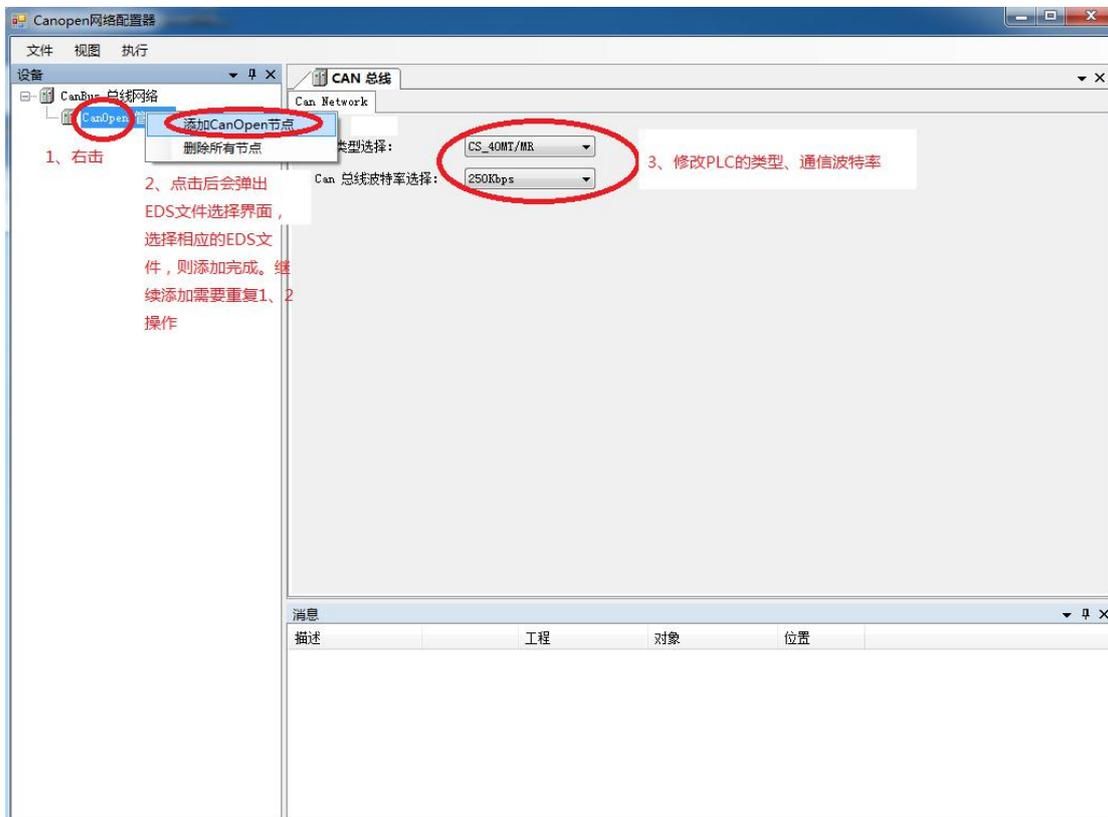

图4.3 添加网络节点
1、添加节点。打开软件，在设备栏鼠标右击“Canopen 管理器”——》“添加CANOPEN 节点”，选择需要添加到网络的节点，重复操作。添加完成后选择PLC型号、通信波特率。如图4.3。注意，添加的次序需要和实际模块连接的次序相同，即设备栏的设备次序需要和设备物理连接的次序相同。